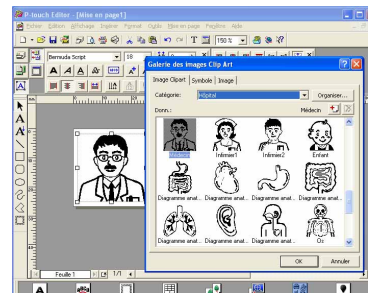

figure 21
- Le clip art sélectionné apparaît dans la zone de mise en page (voir la figure 21).